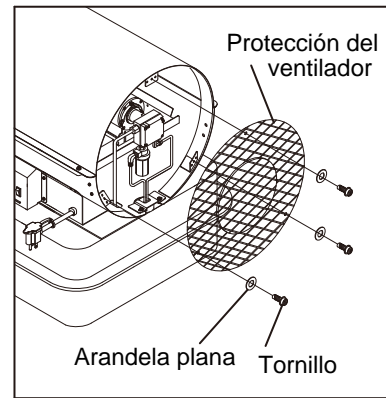

Figura 13. Desmontaje de la Protección del Ventilador
- Retire la protección del ventilador(consulte la Figura 13).
- Use una llave de 3/8 pulg. y apriete la línea de combustible (B) en la bomba y en el conjunto del filtro de combustible de la bomba.